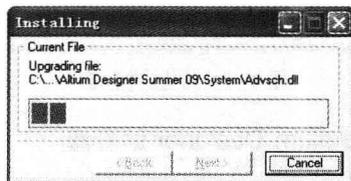

图 1-12 升级进程窗口
(4) 单击 **Next >** 按钮，开始执行软件主程序的升级，升级进程窗口指示升级进度，如图 1-12 所示。